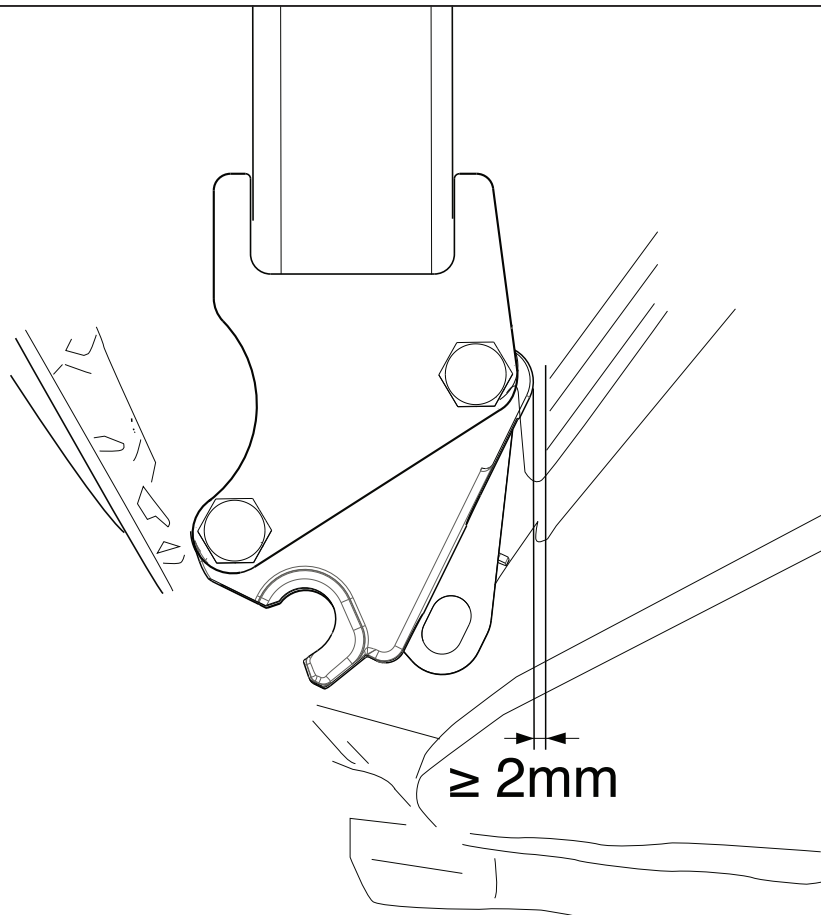

Fig.2
5. Fit the cross beam between supports A at points C and fit the whole thing finger-tight. See figure 2
5. Den Querträger zwischen den Halterungen A bei den Punkten C halb-est anbringen. Abbildung 2
5. Monter la barre transversale entre les supports A sur les points C, monter l'ensemble sans serrer. Voir la figure 2.
5. Установить поперечный брус между опорами А в точках С, затянув крепежный материал не до конца. См. рисунок 2
5. Monter tværvangen mellem beslagene A på punkterne C, fastgør det hele med håndkraft. Se fig. 2